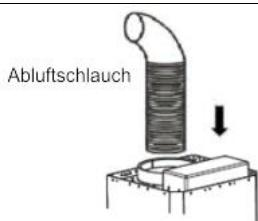

Fig. 3
6. Monte o tubo de ar de exaustão na tubeira de ar de exaustão (Fig. 3).